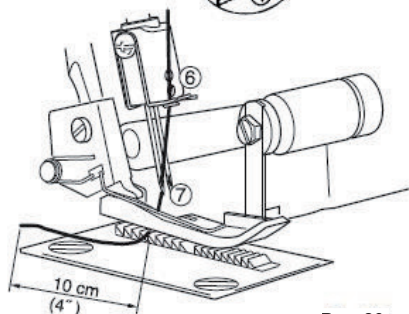

Рис. 29
6. Заправьте ушко левой иглы, положение «7» (Рис. 29).